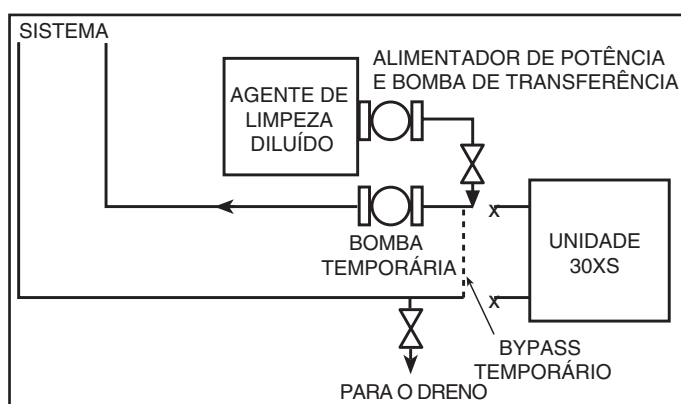

Figura 15 - Configuração Típica para o Processo de Limpeza
1. Instale uma derivação (bypass) temporária em torno do chiller para evitar a circulação de água suja e partículas dentro do pacote de bomba e chiller durante a descarga. Utilize uma bomba de circulação temporária durante o processo de limpeza. Além disso, certifique-se que existe a capacidade de completar a drenagem do sistema após a limpeza. Veja a Figura 15.